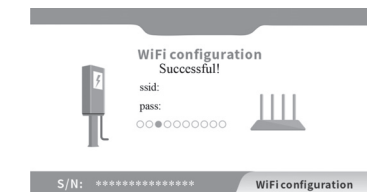

Abb.2 / WLAN-Konfiguration erfolgreich
4. Setzen Sie die Ladestation mit der Rückseite von oben auf die Wandhalterung (Abb.2).
- Wenn alle Anzeigelampen einmal in der Sekunde blinken, zeigt dies an, dass die WLAN-Konfiguration der Ladestation abgeschlossen ist. Gleichzeitig werden auf dem LCD-Bildschirm „Erfolgreich“ sowie der Name und das Kennwort der WLAN-SSID angezeigt (Abb.2).